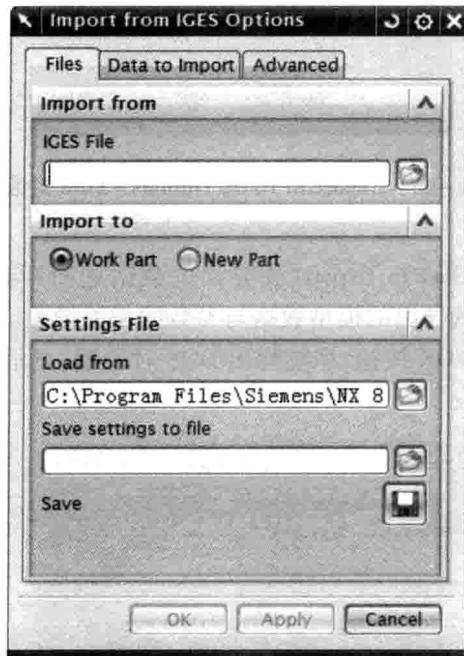
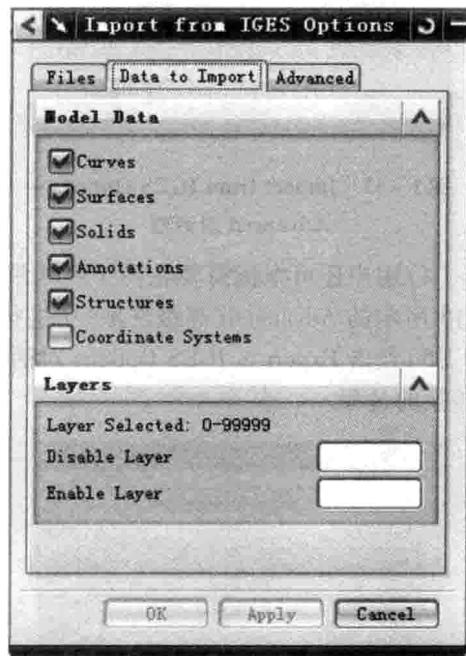

图 1-10 Import from IGES Options - Files 对话框
图 1-11 Import from IGES Options - Data to Import 对话框
(1) 选择【File】→【Import】→【IGES】命令,弹出如图 1-10 所示的 Import from IGES Options - Files(导入至 IGES 选项 - 文件)对话框。
(2) 在 Import from(导入自)选项下单击 按钮弹出 IGES File 对话框,从中选择需转换至 UG 中的 IGES 文件的文件名和文件类型(\*.igs)。
(3) 在 Import to(导入至)选项下,可根据需要选择导出至 Work Part(当前工作部件)或 New Part(新部件)。
(4) 用户还可根据需要在图 1-11 所示的 Data to Import(要导入的数据选项)与图 1-12 所示的 Advanced(高级选项)中进行相应的导入的模型数据与参数的相关设置。